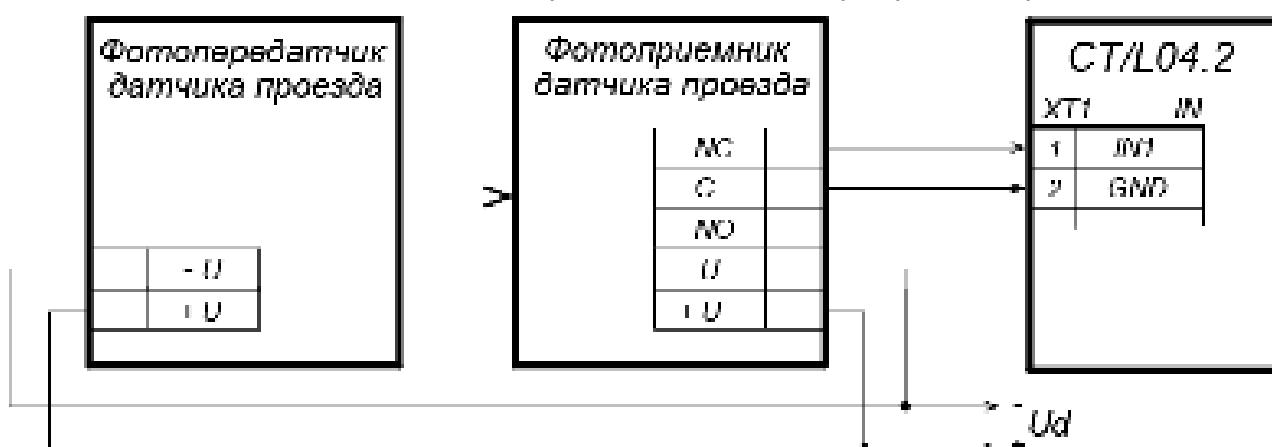

Рисунок 8. Схема подключения датчиков проезда
3. Датчик проезда подключается к клеммной колодке **ХТ1** нижней платы контроллера согласно схеме, представленной на рис. 8. Для подключения используйте тип кабеля №4 (см. табл. 5). При подключении нескольких датчиков их выходы включаются последовательно.